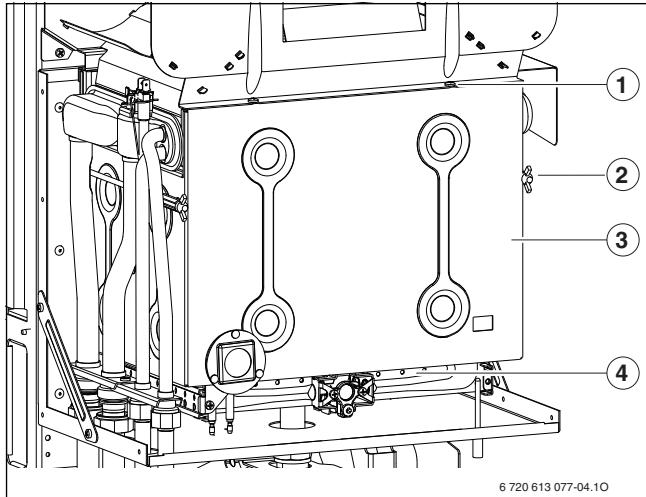

Рис. 35 Открывание горелки
- Снять переднюю стенку камеры сгорания и горелку (→ рис. 35).